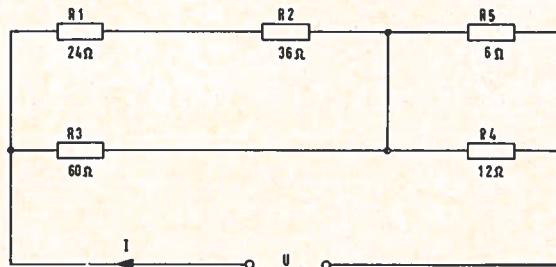

FIG. 1
21. Vijf weerstanden zijn geschakeld als in fig. 1 gegeven. De stroom $I = 1,5$ A.